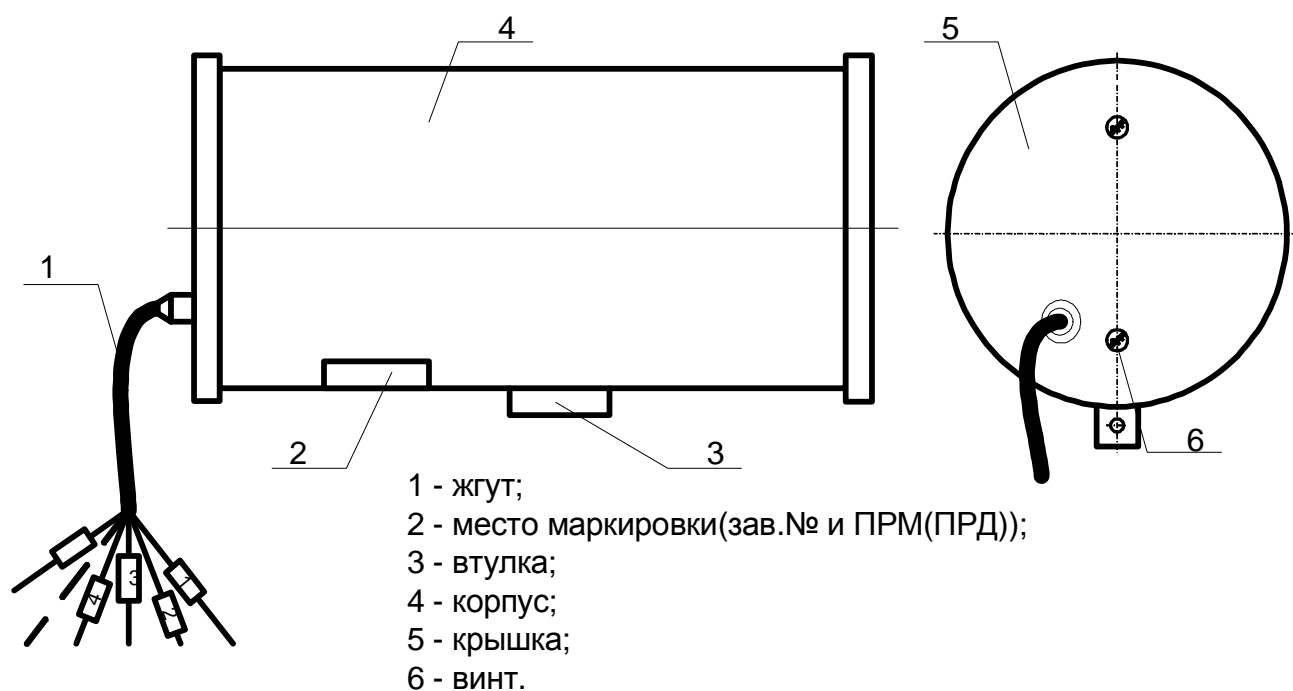

Рисунок 1.5.1 – Внешний вид ПРМ (ПРД) извещателя «ТОРОС».
1.5.3 Внешний вид ПРМ извещателя «ТОРОС» отличается от ПРД только маркировкой «ПРМ» или «ПРД» соответственно, которая наносится на корпус (см. рисунок 1.5.1 поз. 2). Несущим элементом конструкции ПРМ (ПРД) является корпус поз. 4, выполненный из радиопрозрачного термопласта. Отверстия трубы закрыты металлическими крышками поз. 5. На корпусе ПРМ (ПРД) имеется уголок поз. 3 для крепления ПРМ (ПРД) к поворотному устройству КМЧ.